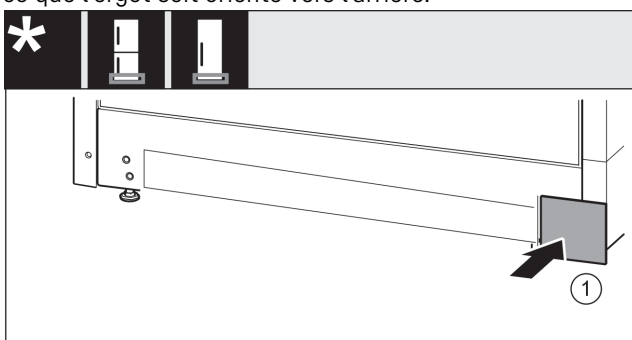

Fig. 18
- Remettre le cache Fig. 18 (1) en place de l'autre côté.